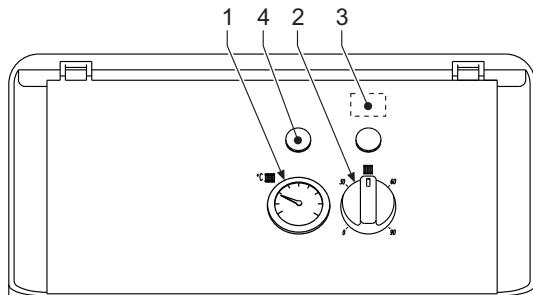
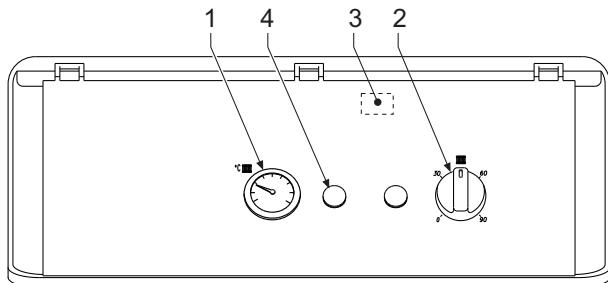

рис. 1 - Панель управления PEGASUS TP 25
рис. 2 - Панель управления PEGASUS TP 35 / 45
- Поместите термостат регулировки котла (поз. 2 - рис. 1 или рис. 2) на минимальное значение.
- Поместите термостат регулировки котла (поз. 2 - рис. 1 или рис. 2) на требуемое температурное значение (не менее 50°).
Если повернуть рукоятку 2 на рис. 1 по часовой стрелке, температура воды в системе отопления повышается, и наоборот. Температуру воды в системе отопления можно регулировать в пределах от 30° до 90°. Однако не рекомендуется эксплуатировать котел при температуре ниже 45°.
Задайте с помощью терmostата температуру воздуха в помещении нужную температуру внутри помещения. При поступлении команды от комнатного терmostата котел включается, обеспечивая нагревание воды в системе отопления до температуры, заданной регулирующим терmostатом 7 на рис. 1. При достижении в помещении желаемой температуры котел выключается.
Давление напора при заполнении холодного контура, считанное гидрометром котла (поз. 2 - рис. 1), должно составлять приблизительно 1,0 бар. Если во время работы давление воды в системе упало (из-за испарения растворенных в воде газов) до величины ниже вышеуказанного минимума, пользователь должен открыть кран подачи воды (в поставку не входит) и довести давление до первоначального значения. По окончанию операции всегда закрывайте кран подачи воды.
Блокировка котла вследствие недостаточного удаления продуктов сгорания	Откройте крышку терmostата дымовых газов (поз. 4 - рис. 1 или рис. 2) и нажмите на кнопку под ним. В случае повторяющихся блокировок котла обратитесь в ближайший сервисный центр.